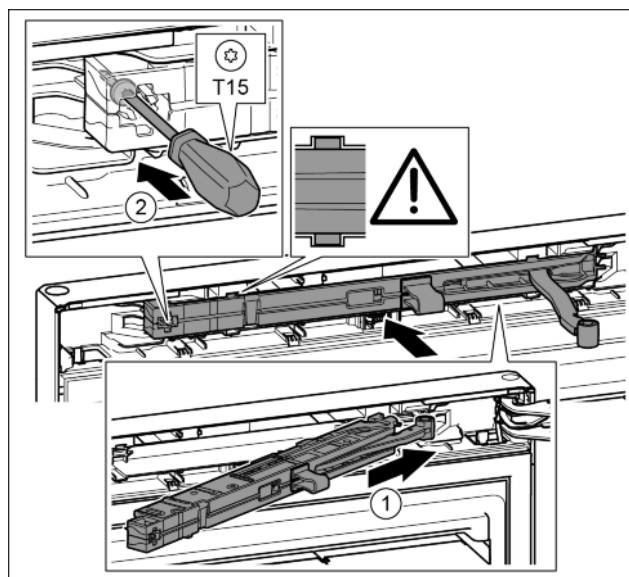

Fig. 21
- Під нахилом просуньте демпферний вузол з боку опорного кронштейна в отвір до упору. Fig. 21 (1)
- Закрутіть гвинт за допомогою викрутки T15. Fig. 21 (2)